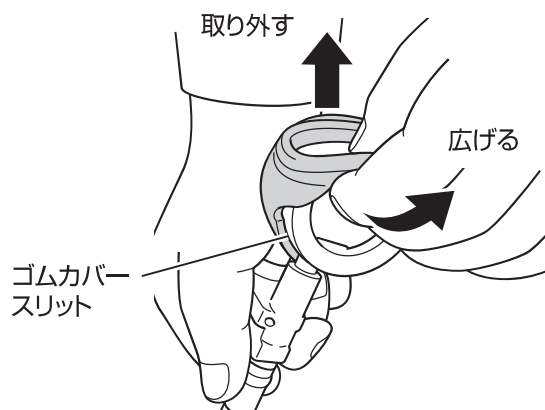

図 68 ゴムカバーを取り外す
1. ゴムカバーのスリットを押し広げ、圧力指示計から取り外す。(図 68 参照)